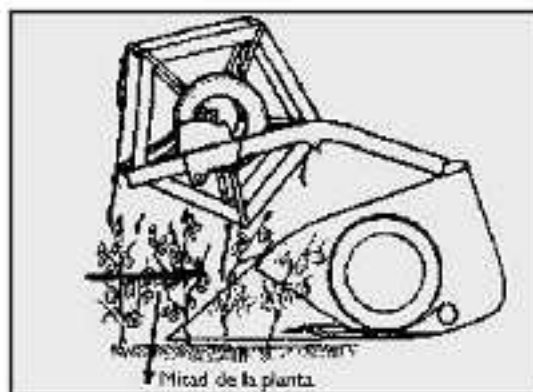

Figura 6. Regulación vertical.
**Regulación vertical:** Para un cultivo de Soja de altura normal y sin vuelco, la punta del diente debe entrar en el cultivo aproximadamente hasta la mitad de la altura de las plantas (*Figura 6*).